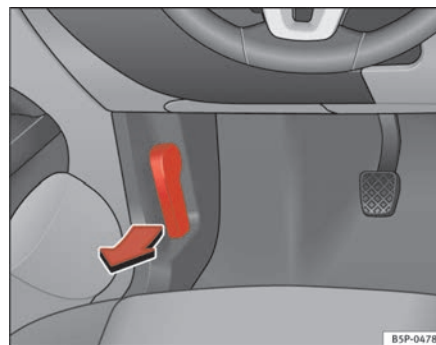

Fig. 136 Detalle de la zona reposapiés del lado del conductor: palanca para el desbloqueo del capó del motor.
- Tire de la palanca que se encuentra bajo el tablero de instrumentos ⇒ página 220, fig. 136 en el sentido que indica la flecha. El capó queda desbloqueado por la acción resorte del muelle ⇒ .